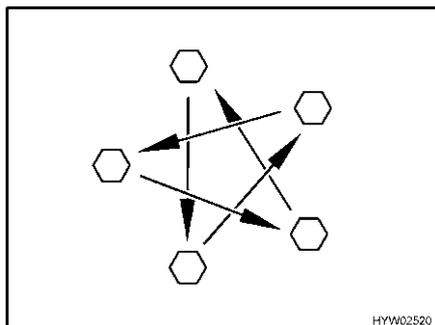

Fig. 244 Apertar as porcas e os parafusos das rodas em cruz
- Controle regularmente se as porcas e os parafusos das rodas estão bem apertados. Reaperte em cruz as porcas ou os parafusos de uma roda mudada após 50 km (Fig. 244). Binário, ver ponto 13.5.2.
- ▷ Aperte as porcas e os parafusos das rodas em cruz (Fig. 244).